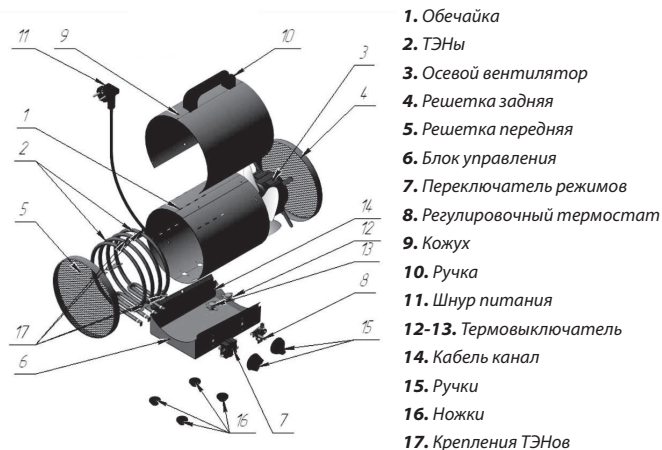

Рис. 1
5.1 Схема тепловентилятора (Рис. 1).